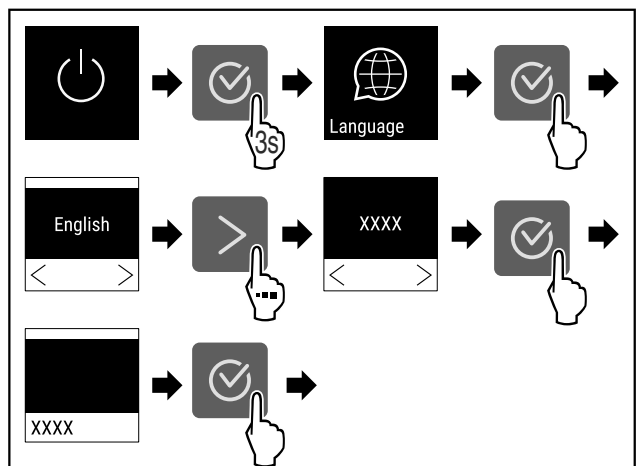

Fig. 54
- ▶ Провести етапи операцій (див. Fig. 54).